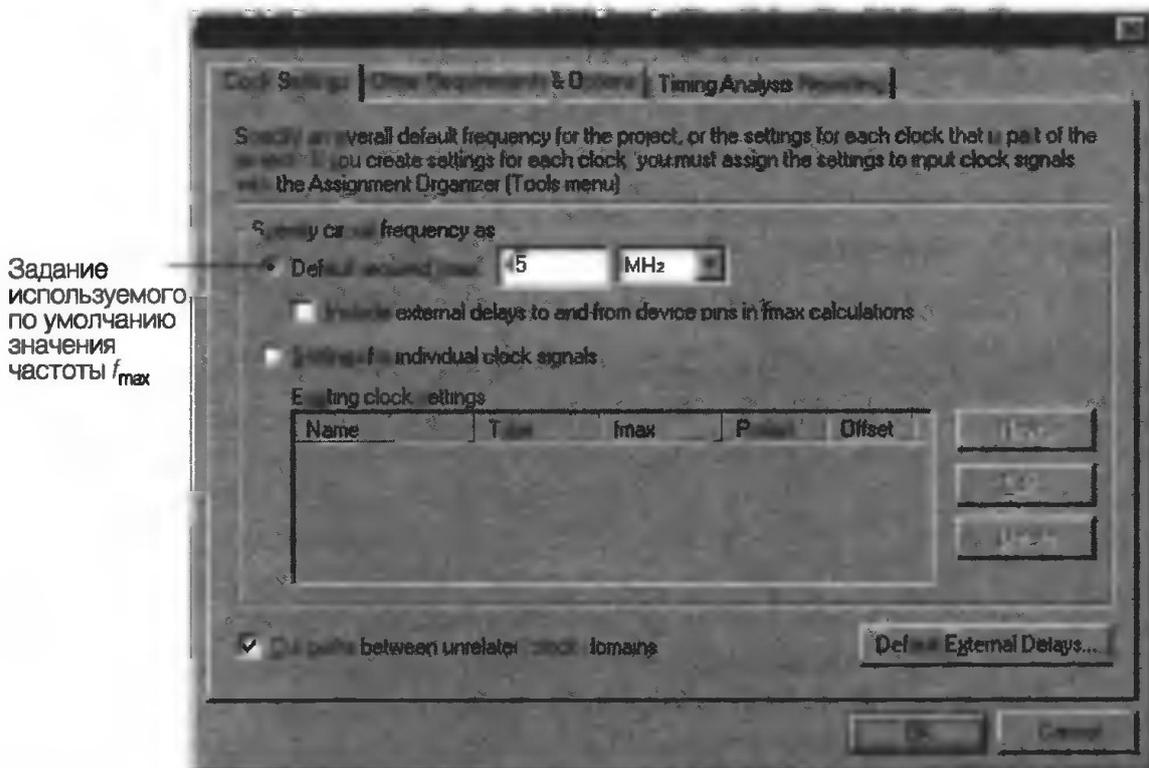

Рис. 3.54
1. В меню **Project** выберите **Timing Settings** (временные характеристики) — автоматически откроется вкладка **Clock Settings** (параметры тактового сигнала) (рис. 3.54).
3. В поле **Default required fmax** (частота f_{max} , заданная по умолчанию), введите значение 45 и выберите **MHz** (мегагерцы) из списка единиц измерения (рис. 3.54).